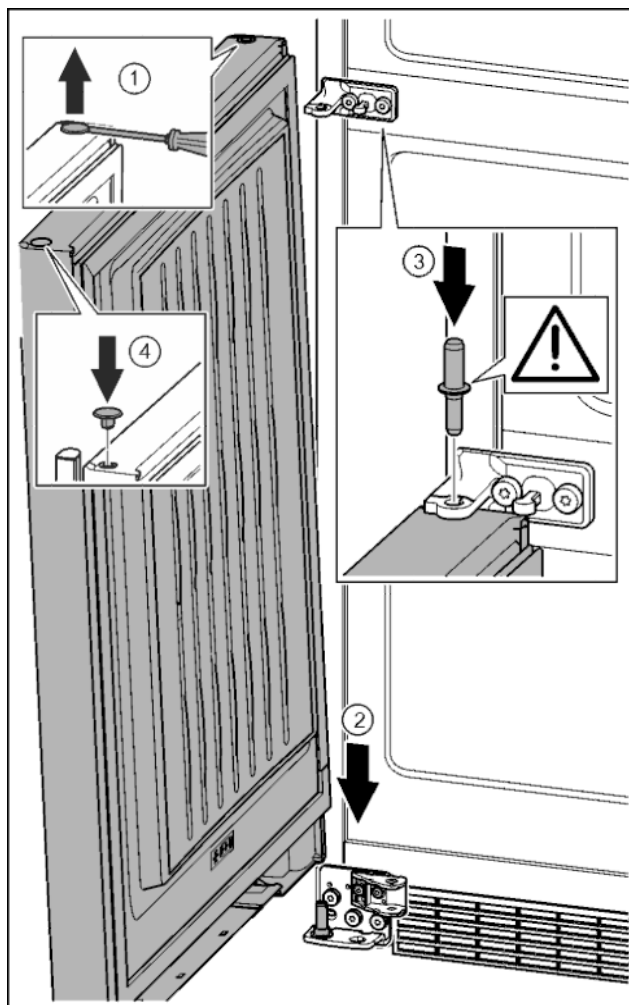

Fig. 37
- ▶ Осторожно приподнять шлицевой отверткой заглушку и извлечь ее. Fig. 37 (1)
- ▶ Установить дверь сверху на нижний опорный палец. Fig. 37 (2)
- ▶ Вставить средний опорный палец через средний опорный кронштейн в нижнюю дверь. При этом следить за тем, чтобы выступ фиксатора был направлен назад. Fig. 37 (3)
- ▶ Заглушку снова вставить с другой стороны. Fig. 37 (4)